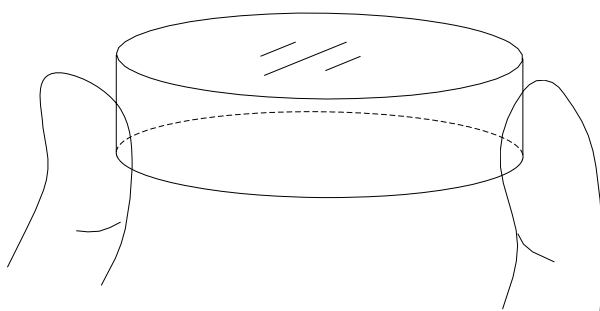

图 6-2 拿取镜片示意图
- 第三步：**用指尖拿起镜片进行擦拭时，注意指尖不得高于镜片上表面，如图 6-2 所示；